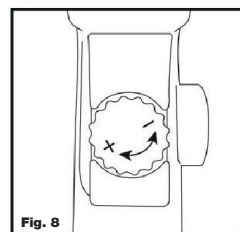

Fig. 8
Gire o controlador de velocidade máxima (8) no sentido horário para aumentar a velocidade e no sentido anti-horário para diminuir a velocidade (Fig. 8). A velocidade pode variar de 0 a 3000 RPM.